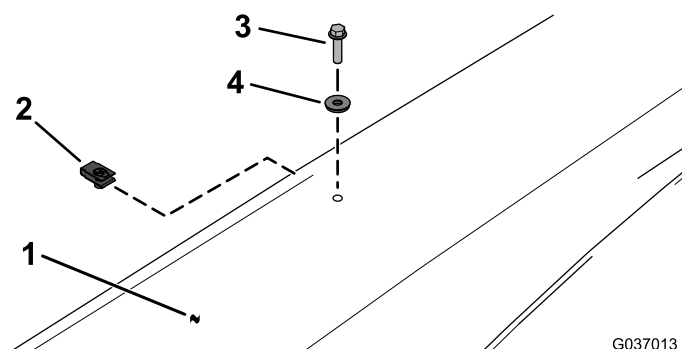

Рисунок 14
15. Установите солнцезащитный навес на опорные кронштейны крыши, используя два зажима, две уплотнительные гайки и два болта с шестигранными фланцевыми головками (1/4 x 1 дюйм), как показано на Рисунок 14.